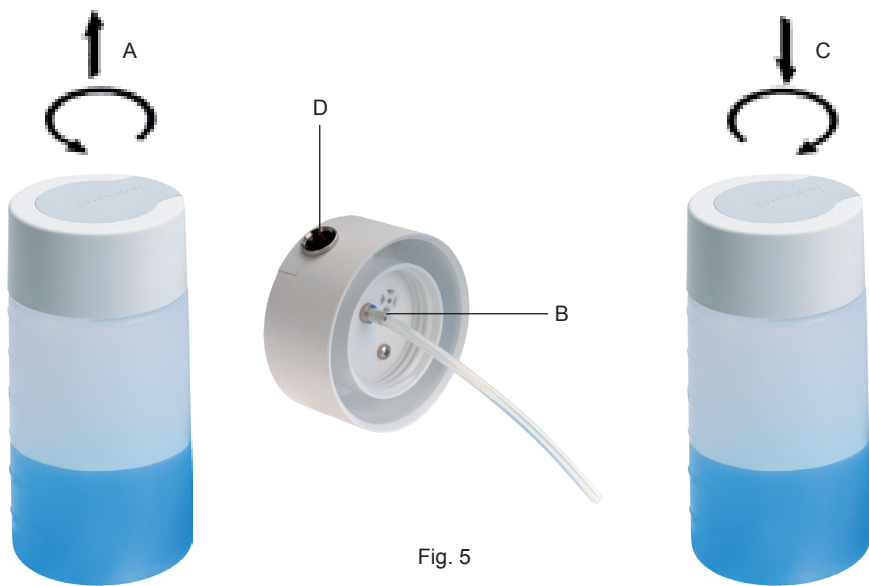
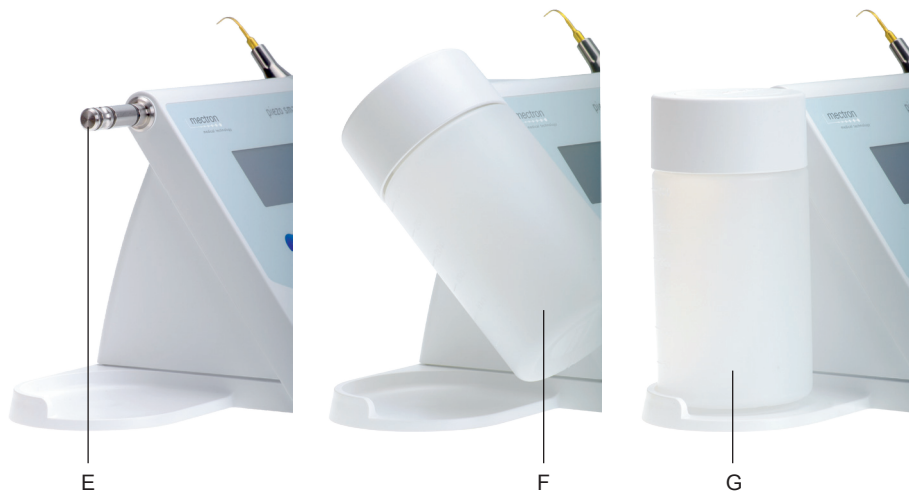

Fig. 5
Fig. 6
- 1 Destornillar el tapón inferior del frasco (Fig.5 - Ref.A);
- 3 Controlar que el tubo de la parte posterior del tapón esté conectado (Fig.5 - Ref.B);
- 4 Atornillar el tapón en el frasco (Fig.5 - Ref.C).
**⚠ ATENCIÓN:** Verificar que el acoplamiento del frasco esté limpio y no presente obstrucciones (Fig.5 - Ref.D).
**⚠ ATENCIÓN:** Verificar que el acoplamiento del frasco del dispositivo esté limpio (Fig.6 - Ref.E).
**⚠ ATENCIÓN:** Verificar que los o-ring presentes en el acoplamiento del frasco no estén dañados (Fig.6 - Ref.E).
- 1 Manteniendo el frasco inclinado en 45° (Fig.6 - Ref.F) acoplar el frasco al dispositivo (Fig.6 - Ref.E) mediante el acoplamiento presente en el tapón (Fig.5 - Ref.D);
- 3 Girar el frasco hacia abajo llevándolo a la posición vertical (Fig.6 - Ref.F).
- 1 Girar el frasco hacia arriba llevándolo a una inclinación de 45° (Fig.6 - Ref.F).